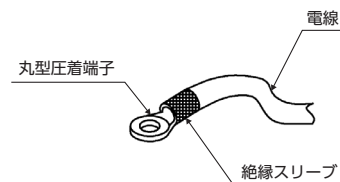

図8-4 電源配線の圧着端子の説明図
- ・必ず丸形圧縮端子（別途ご用意）を使用して接続してください。また圧縮部は絶縁スリーブ（別途ご用意）を取り付けるなどして、絶縁処理を行ってください。（図8-4参照）